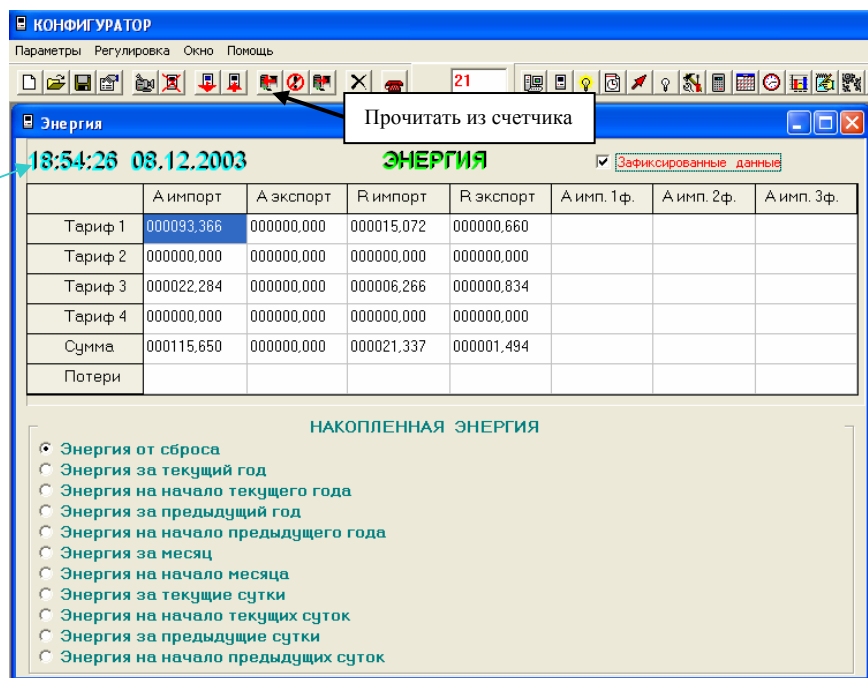

Рис.12
2. нажать кнопку «Прочитать из счетчика». При этом на экране монитора ПЭВМ появится окно «ЭНЕРГИЯ», содержащее, в случае успешного обмена, таблицу с зафиксированными данными энергетических показателей от сброса, а также время и дату фиксации счетчика (рис.12);